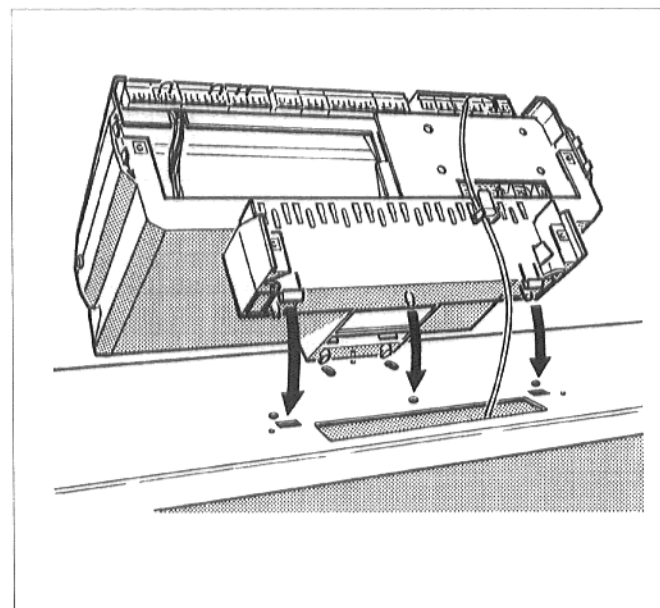

Рис. 6: насадить регулятор
- Насадить регулятор на передний колпак котла так, чтобы вставные крючки на нижней части регулятора вошли спереди в овальные отверстия (рис. 6).
Вставить капиллярные трубки датчиков температуры и, при "Ecomatic"- регулировании, трубопровод датчика температуры котельной воды, через отверстие в переднем колпаке котла (рис. 6).
- Тянуть регулятор в направлении вперед и давить его при этом вниз, до тех пор, пока эластичные крючки не войдут в задние отверстия (рис. 6).